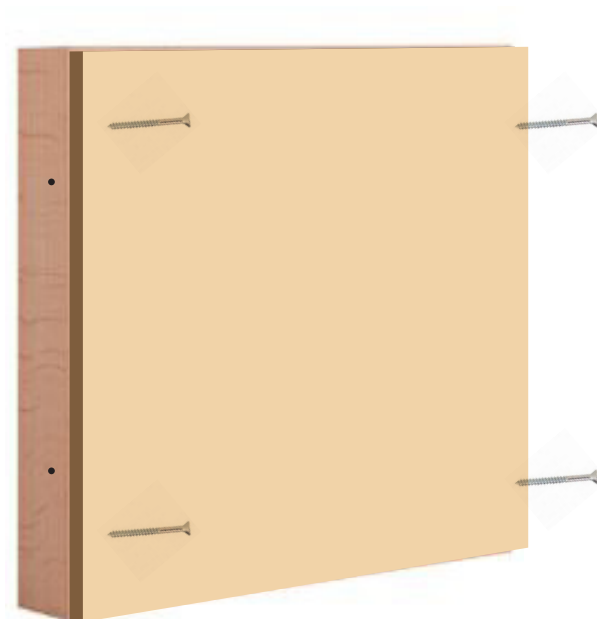

fig 10
- 12** Atornille los tornillos, juntando las piezas y terminando el marco. (fig 10)